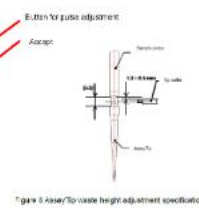

Figure 8 SSW window (TW)
- Pulsanpassung durchführen, damit der Abstandhalter berührt wird (Abbildung 8)